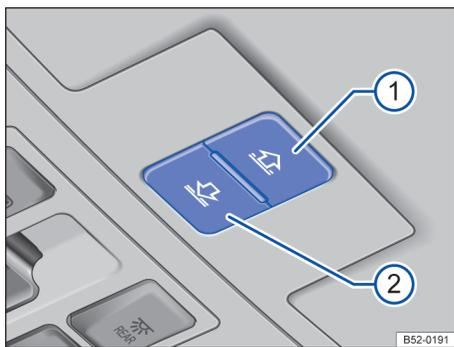

图 72 在顶篷中：遮阳卷帘的按钮
按钮→图 72 ① 和 ② 设有 2 挡位置。1 挡位置：可完全或部分打开或关闭遮阳卷帘。